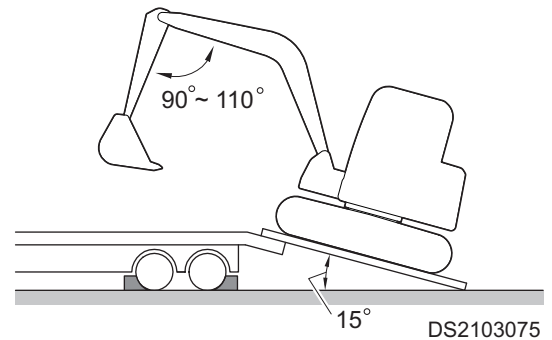

Figura 3
1. Asegúrese de aparcar el remolque en una superficie firme y nivelada. Consulte Figura 3.